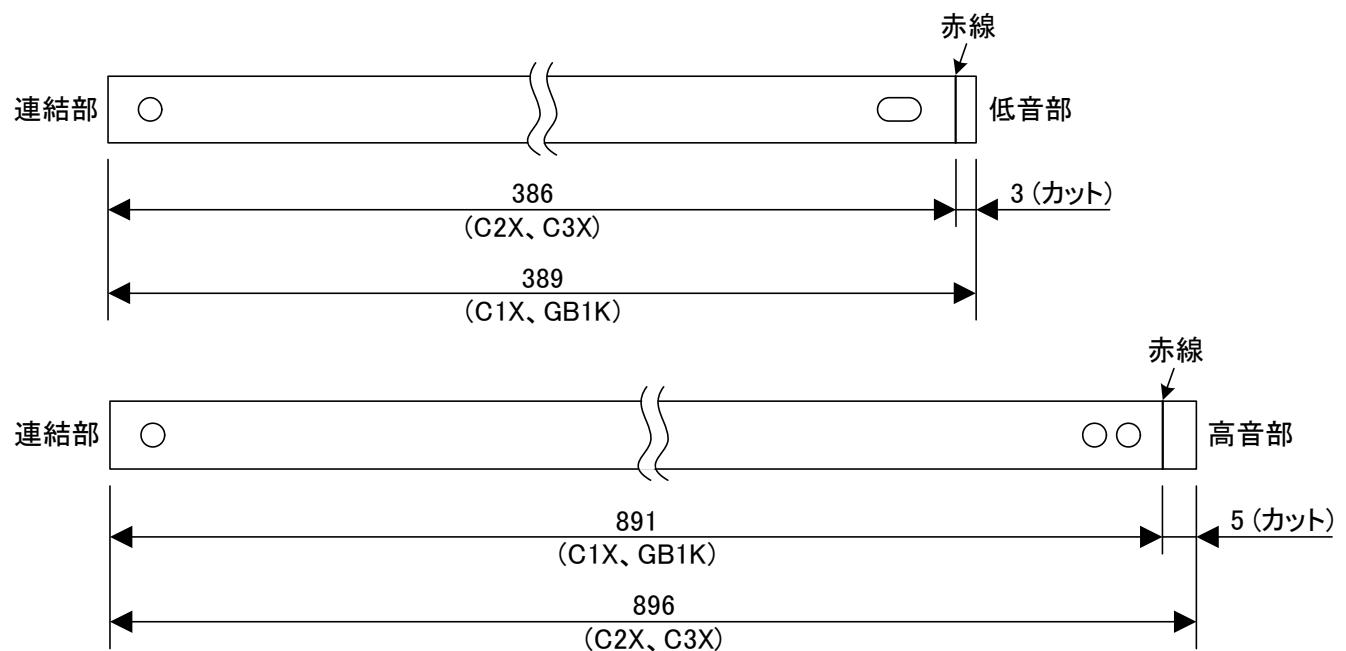
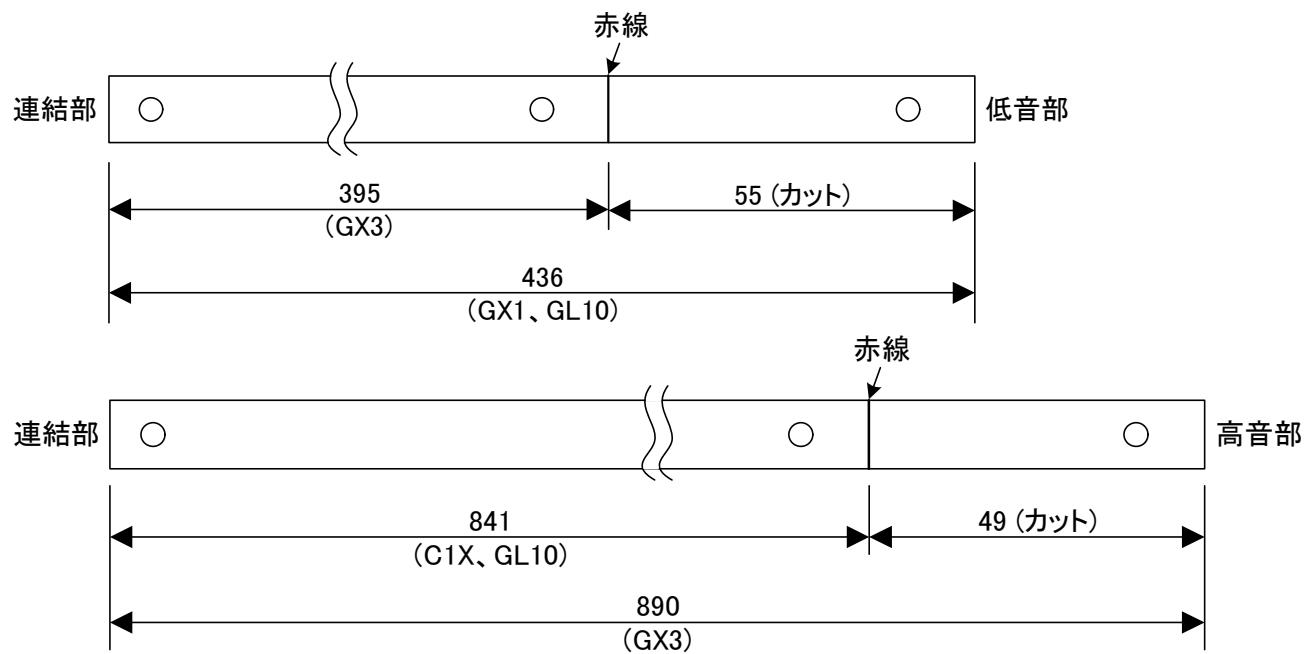

図4.3-3 Yタイプのカット寸法
図4.3-4 Kタイプのカット寸法
- (4) 取り付けるピアノに合わせて、長さと穴の位置を確認して消音バーの加工を行う。
- ・YタイプとKタイプは対象モデルに合わせて図4.3-3や図4.3-4を目安に赤線上でカットする。